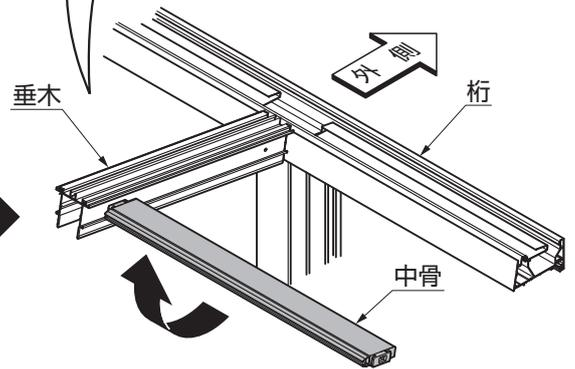

図11-3
①中骨を垂木間に回転しながら、はめ込んでください。(図11-2、図11-3参照)